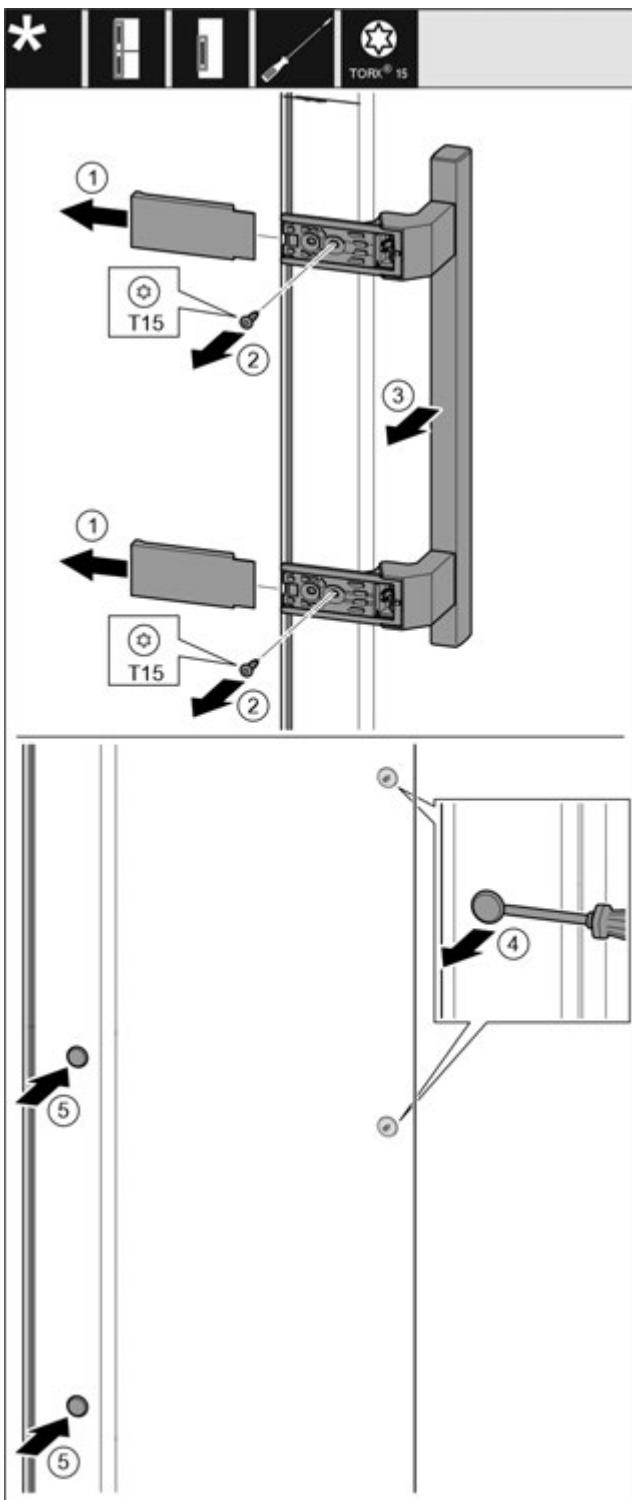

Fig. 17
- Зніміть кришку. Fig. 17 (1)
- Викрутіть гвинти за допомогою викрутки T15. Fig. 17 (2)
- Зніміть ручку. Fig. 17 (3)
- За допомогою шліцевої викрутки обережно підійміть бокову пробку та витягніть її. Fig. 17 (4)
- Знову вставте пробку з іншого боку. Fig. 17 (5)